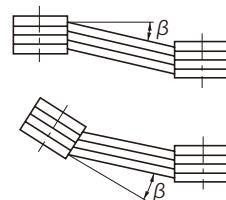

図 5-3
- 両ブーリ間の平行度、偏心度 $\beta$ は $20'$ 以内としてください。(図 5-3 参照)